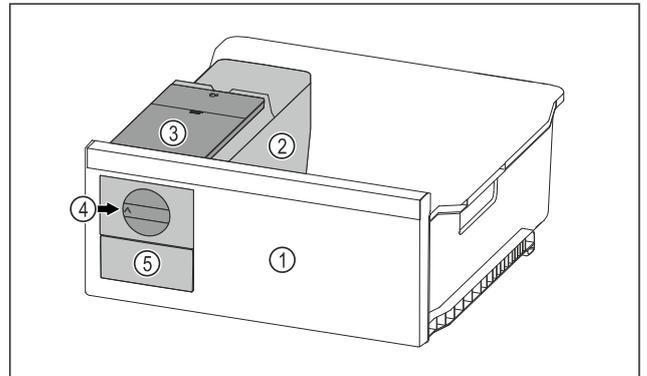

Fig. 123 Immagine a titolo di esempio
- ▶ Ruotare la manopola Fig. 123 (4) verso destra finché non si arresta.
- ▷ I cubetti di ghiaccio cadono dalla ciotola dei cubetti di ghiaccio nel cassetto dei cubetti di ghiaccio Fig. 123 (5).